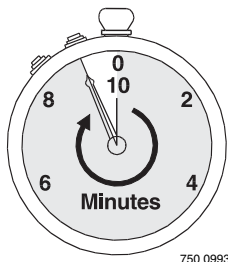

Figura 14 - Haga funcionar durante diez minutos o menos.
- Paso 5. Arranque la bomba: deberá producir agua en 10 minutos o menos, dependiendo de la profundidad al agua (no más de 10 pies) y del largo de la trayectoria horizontal (10 pies de tubo horizontal de aspiración - 1 pie de elevación vertical debido a pérdidas de fricción en el tubo (figura 14).